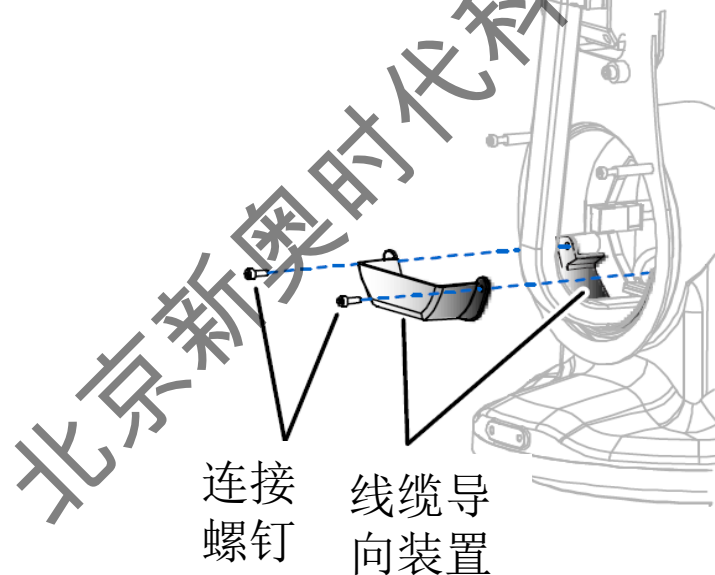

图2
(21) 安装两个线缆导向装置（拧紧转矩：1 Nm）。（如下图2所示）